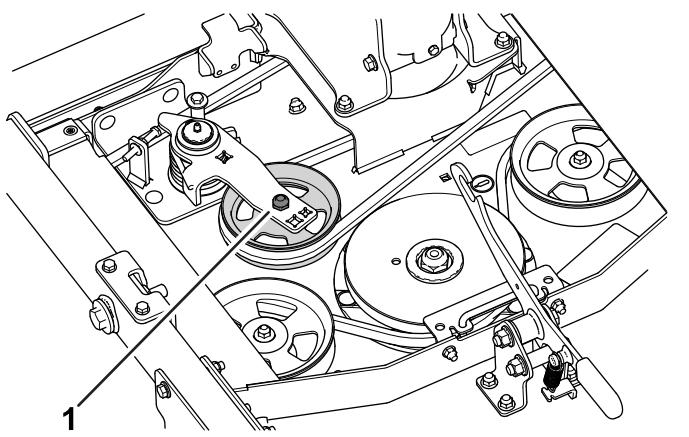

Рисунок 2
- Используя торцевой гаечный ключ или аналогичный инструмент, отединьте натяжной ролик (Рисунок 2) от приводного ремня, чтобы ослабить натяжение ремня и позволить ему соскользнуть с натяжного ролика.